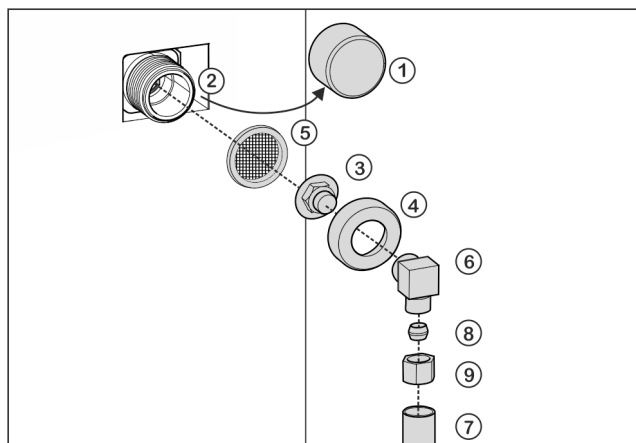

Fig. 28
- ▶ Kappe Fig. 28 (1) vom Magnetventil Fig. 28 (2) abziehen.
- ▶ Verbindungsstück Fig. 28 (3) in die Überwurfmutter Fig. 28 (4) einsetzen.
- ▶ Sieb Fig. 28 (5) mit der Vertiefung nach unten in Richtung Verbindungsstück Fig. 28 (3) einsetzen.
- ▶ Überwurfmutter Fig. 28 (4) mit der Hand auf das Gewinde des Magnetventils Fig. 28 (2) schrauben, bis ein sicherer und fester Sitz erreicht ist.
- ▶ Winkelstück Fig. 28 (6) anschrauben.
- ▶ Wasserleitung Fig. 28 (7) (z. B. 1/4"-OD-Kupferleitung) mit Hilfe von Klemmring Fig. 28 (8) und Mutter Fig. 28 (9) am Winkelstück Fig. 28 (6) anschließen.
- ▶ Wenn notwendig: Wasserleitung Fig. 28 (7) mit dem Rastbügel am Gehäuse fixieren.
- ▶ Winkelstück Fig. 28 (6) zur Seite legen.
- ▶ Wasserleitung Fig. 28 (7) (z. B. 1/4"-OD-Kupferleitung) mit Klemmring Fig. 28 (8) und Mutter Fig. 28 (9) am Verbindungsstück Fig. 28 (3) anschließen.